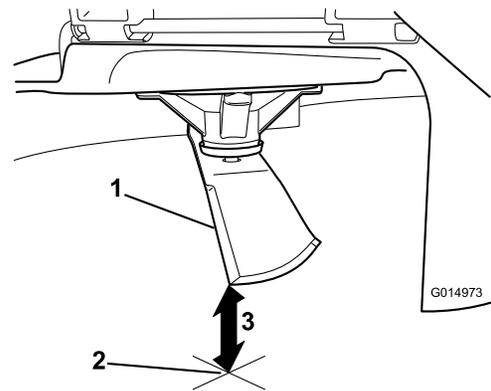

Bild 76
5. Messen Sie von der Messerspitze bis zu ebenen Fläche (**Bild 76**).